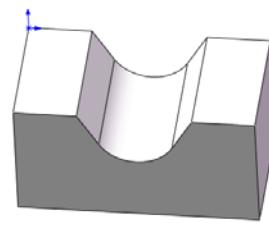

图 3-93 圆角后的图形
**【例 3-11】**以绘制如图 3-93 所示图形为实例说明面圆角的操作步骤。
07 确认圆角特征。单击“圆角”属性管理器中的“确定”图标按钮 $\checkmark$ ，结果如图 3-93 所示。